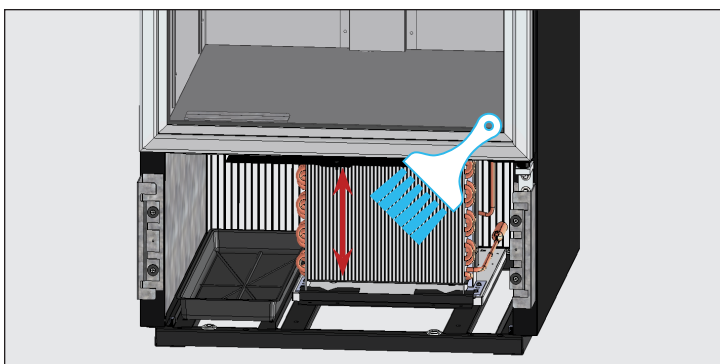

Figure 3. Ne brossez jamais perpendiculairement aux ailettes du serpentin.
3. Avec une brosse à poils raides, nettoyez soigneusement les débris accumulés sur les ailettes du serpentin de condenseur avant. Voir fig. 3.